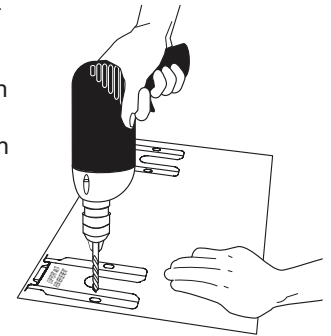

Fig. 6
- b. **Perçage d'avant-trous et fixation du support** - Percez un avant-trou de 0,3 cm (1/8 po) à l'endroit où les vis seront insérées (Fig. 6). Si le support doit être monté sur le mur,